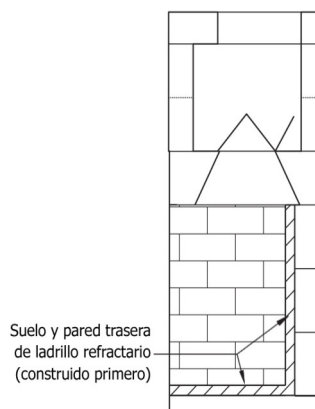

FIGURA 66
5. Instale los ladrillos refractarios de la pared lateral iniciando por el borde delantero de ésta pared y trabaje hacia adentro, hacia el ladrillo refractario de la pared posterior. Una vez completado el de la pared lateral, cubra los espacios de expansión de 1/2" donde tanto el ladrillo refractario del suelo como el de la pared trasera estén fuera de las paredes laterales de la unidad (Figura 66).